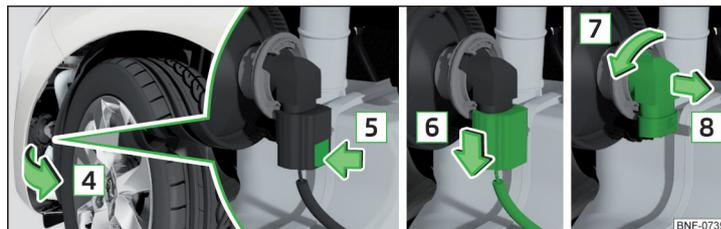

Abb. 177 Glühlampe wechseln
- › Die Radhausverkleidung in Pfeilrichtung **4** » Abb. 177 aufklappen.